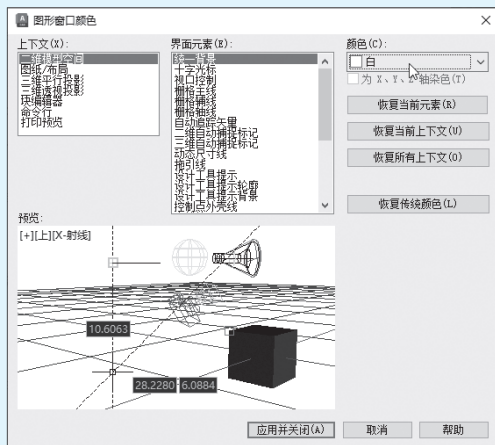

图 1-73
- 步骤 03** 单击“颜色”按钮，打开“图形窗口颜色”对话框，将“统一背景”的颜色设置为白色，如图1-73所示。